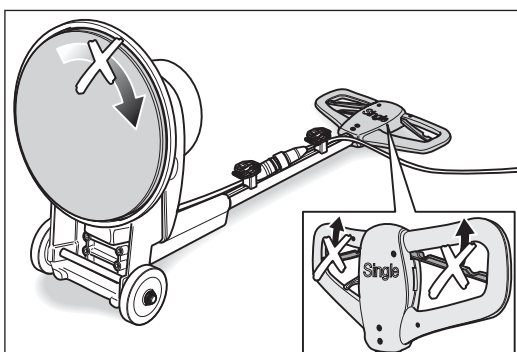

Abb. 12 **Niemals** die Maschine einschalten, wenn
- der Schleifteller oder Frästeller **nicht vollständig** auf dem Boden aufliegt (Abb. 12)!